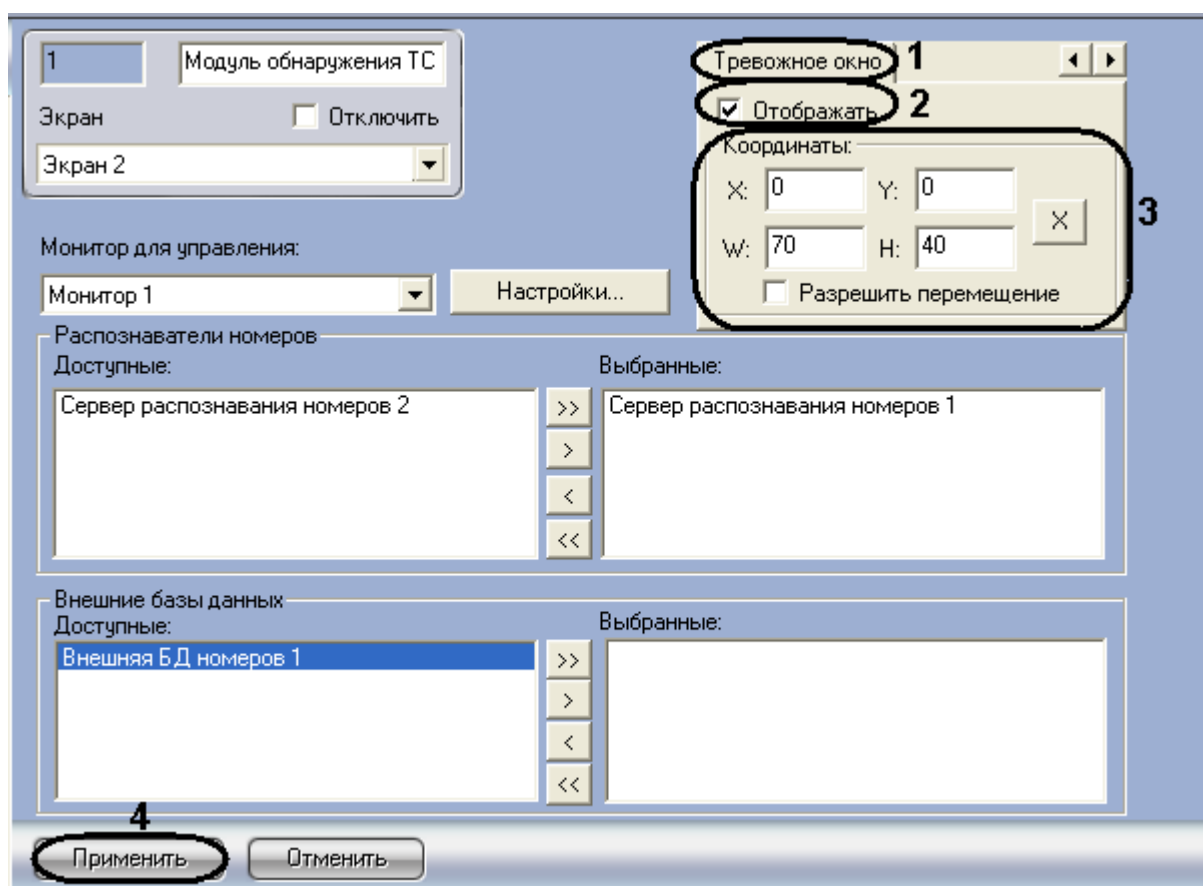

Рис. 7.9—5 Настройка отображения компонента «Тревожное окно»
1. Перейти на панель настроек объекта «Модуль обнаружения ТС» (Рис. 7.9—5).
2. Перейти на вкладку «Тревожное окно» (см. Рис. 7.9—5, 1).
3. Для отображения компонента «Тревожное окно» установить флажок «Отображать» (см. Рис. 7.9—5, 2).